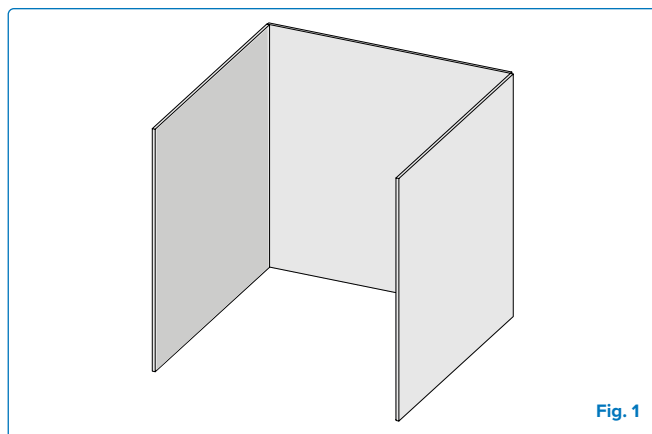

Fig. 1
- Een apparaat wordt als buitenshuis beschouwd als het is geïnstalleerd met een beschutting die niet verder gaat dan muren aan drie zijden, maar zonder bovenaf dekking. (**Fig. 1**).